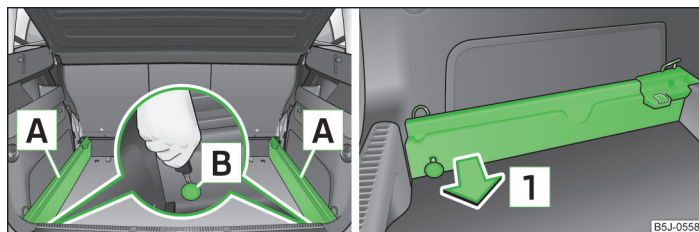

Fig. 52 Portbagajul: Eliberarea punctelor de asigurare/Scoaterea șinelor
- Slăbiți punctele de asigurare **B** » fig. 52 ale șinelor portante, cu cheia, respectiv cu o șurubelniță plată.
- Pe fiecare șină de susținere, apăsați punctul de asigurare **B** » fig. 52 până la limită.